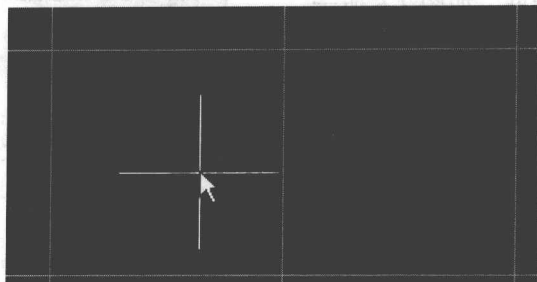

图 4-3 坐标指示放置
3. 执行命令后, 进入放置坐标的状态后, 光标将变成十字形状, 将光标移动到合适的位置, 单击鼠标左键确定放置, 就可以放置一个坐标指示, 结果如图 4-3 所示。